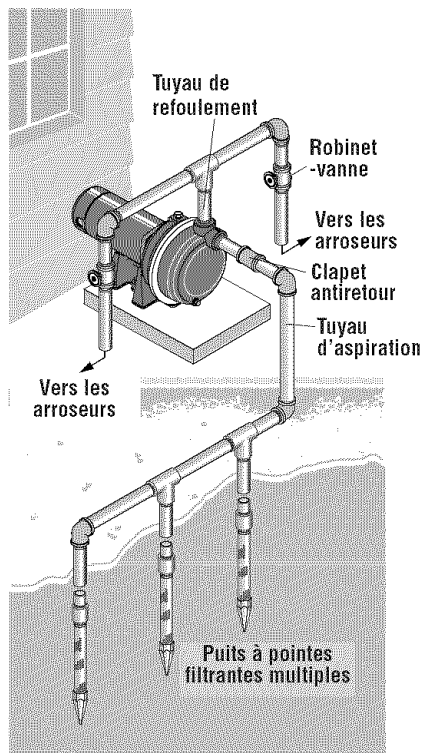

Figure 2: Installation de puisage par point mené, points de puits multiples
- 1 ° Relier le tuyau d'aspiration au point d'entraînement (Fig. 2). Prévoir une longueur de tuyau horizontale aussi courte que possible. Utiliser de la bande téflon sur les filets de tuyau mâles. Il faut sans doute puiser à partir de points de puits multiples pour alimenter suffisamment la pompe en eau.